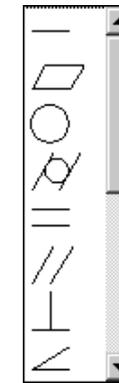

Рис. 4.110. Раскрывающийся список раздела **Знак** диалогового окна **Обозначение допуска**
- щелкните в разделе **Знак** по раскрывающемуся списку (рис. 4.110);